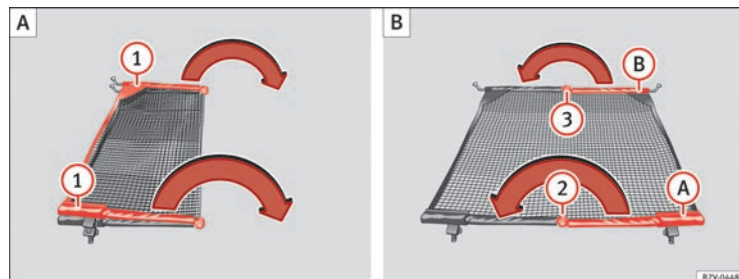

Fig. 93 Aprire la rete divisoria ①, quindi ritrarla nuovamente ② e ③.
Allargare completamente le barre trasversali della rete divisoria ⇒ fig. 93 ① nella direzione indicata dalla freccia fino ad udire un „clac“.
- Premere il pulsante di sblocco ⇒ fig. 93 (2) e, tenendolo premuto, piegare la barra (A) nella direzione indicata dalla freccia.
- Premere il pulsante di sblocco (3) e, tenendolo premuto, piegare la barra (B) nella direzione indicata dalla freccia.